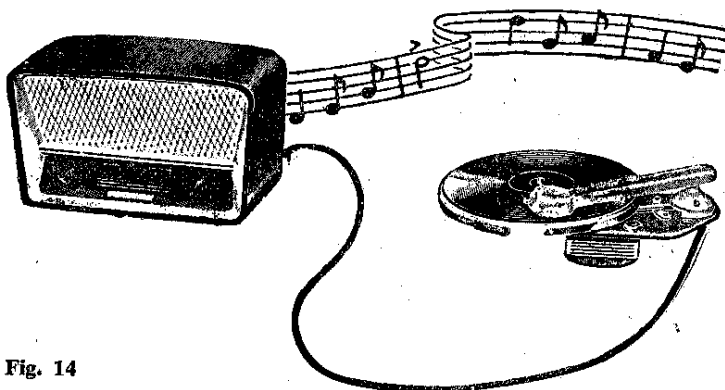

Fig. 14
*Se l'altoparlante non accuserà riproduzione del segnale inserito*, evidentemente il difetto dovrà essere ricercato negli stadi di bassa frequenza (fig. 14).